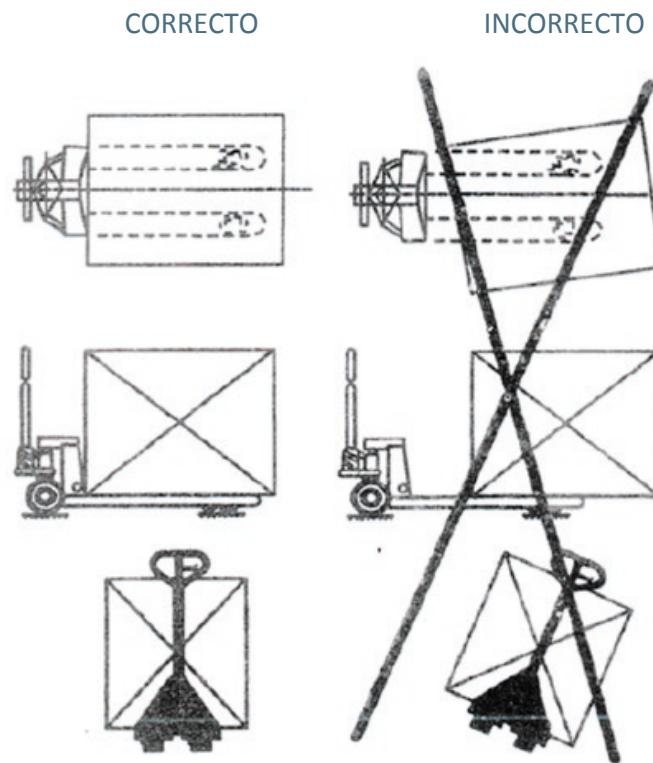

FIGURA 03
- 4.c** - Inspeccione antes del uso: las ruedas (222, 225 y 315), la barra de tracción y manija de operación (112), la estructura y el encaje de trabamiento (330).
- 9.c** - El centro de gravedad debe ser ponderado, evitando la carga parcial o la inclinación (ver ítem "Forma de Uso", Figura 03).